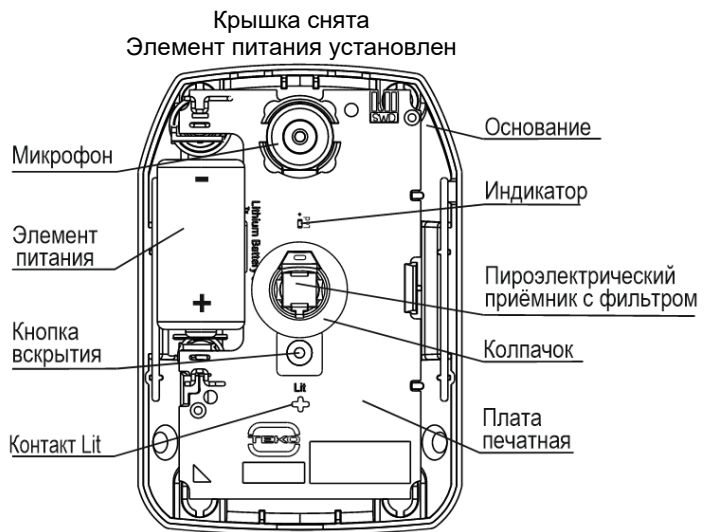

Рисунок 3
5.1 Конструктивно извещатель выполнен в виде блока, состоящего из основания и съемной крышки. Внутри блока смонтирована печатная плата с радиоэлементами (рисунок 3).
<p>2 Выдернуть изолятор ЭП или установить ЭП, соблюдая полярность (см. рисунок 3) и в течение 60 с дать извещателю выйти в дежурный режим. Для замены ЭП вынуть старый ЭП и через время не менее 20 с установить новый</p>